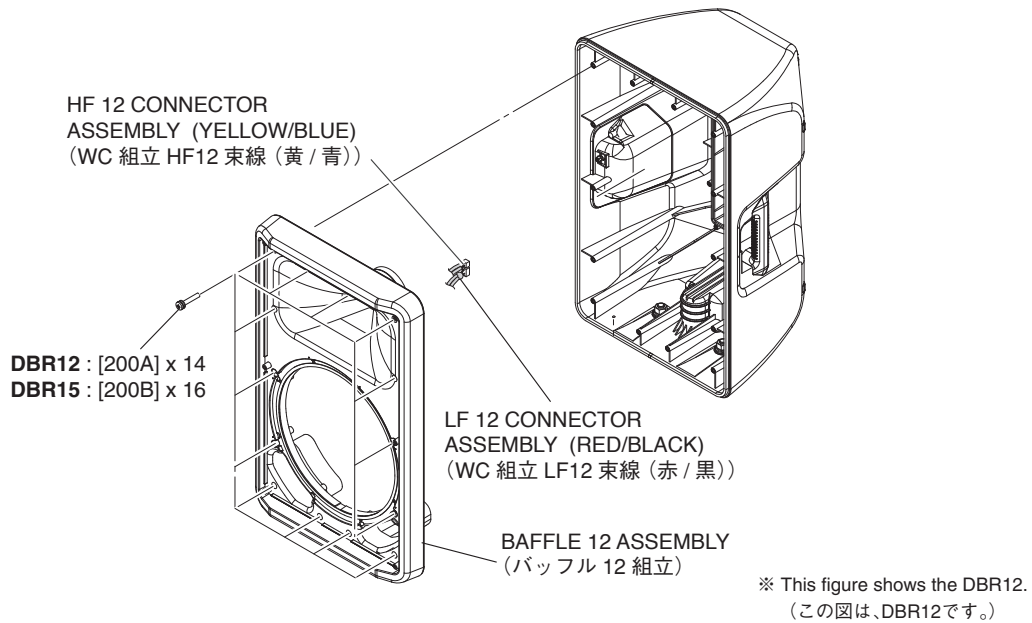
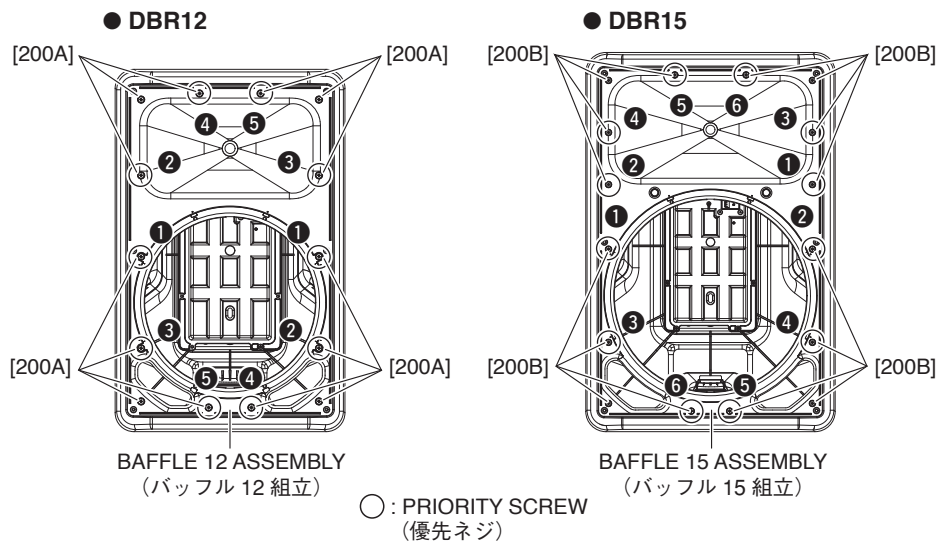

Fig. B-5 (図B-5)
Fig. B-6 (図B-6)
(Fig. B-5, Fig. B-6)
\* **When installing the baffle 12 assembly/baffle 15 assembly, first tighten the ten (10)/twelve (12) priority screws in order as shown in Fig. B-6.**
(Fig. B-5, Photo B-1)
\* **Take care not to open the baffle 12 assembly/baffle 15 assembly too wide or these connector assemblies may be damaged. (Fig. B-5, Photo B-1)**
[200A]のネジ14本を外して、バッフル12組立を外します。(図B-5、図B-6)
[200B]のネジ16本を外して、バッフル15組立を外します。(図B-5、図B-6)
※ バッフル12組立/バッフル15組立を取り付けるときは、優先ネジ10本/12本を図に示す順番で先に締めてください。(図B-6)
(図B-5、写真B-1)